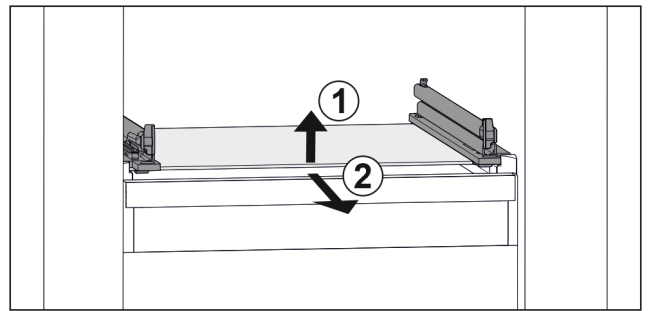

Fig. 43 Приблизне відображення скляної пластини
- ▶ Підняти скляну пластину спереду. Fig. 43 (1)
- ▶ Вийняти скляну пластину рухом вперед. Fig. 43 (2)